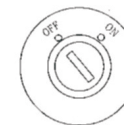

Figura 4-11
2. În poziția OFF a comutatorului de alimentare (așa cum este prezentat în Figura 4-11), toate circuitele sunt întrerupte. În poziția ON, alimentarea este activată și motorul poate fi pornit în orice moment. În această poziție, cheia nu poate fi scoasă.